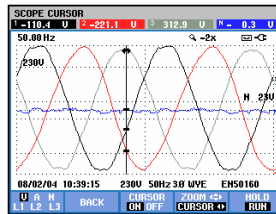

Figure 17-2. Forme d'onde, curseur activé
- Appuyez sur F3 pour activer le curseur. À l'aide des flèches gauche et droite, déplacez le curseur horizontalement le long des formes d'onde. La valeur des formes d'onde au curseur s'affiche alors dans l'en-tête de l'écran (comme illustré à la figure 17.2).